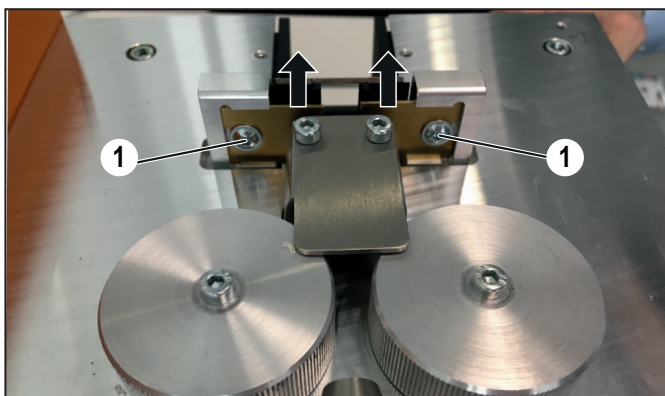

Bild 8.1 Schneidmesser
- Lösen Sie die Befestigungsschrauben (Bild 8.1, 1).
- Entfernen Sie beide Klingen (Bild 8.1, 2) mit einer Pinzette.
- Schrauben Sie beide Befestigungsschrauben (Bild 8.1, 1) wieder fest.